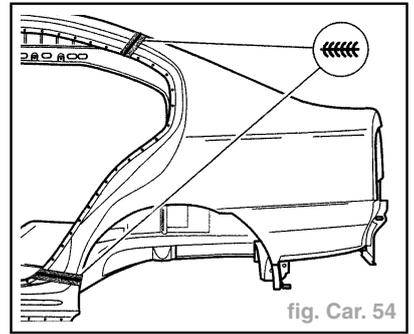

fig. Car. 54
- Souder les lignes de découpe, soudure pleine SG (fig. Car. 54).
- Séparer approximativement la pièce latérale (Fig. Car. 54).